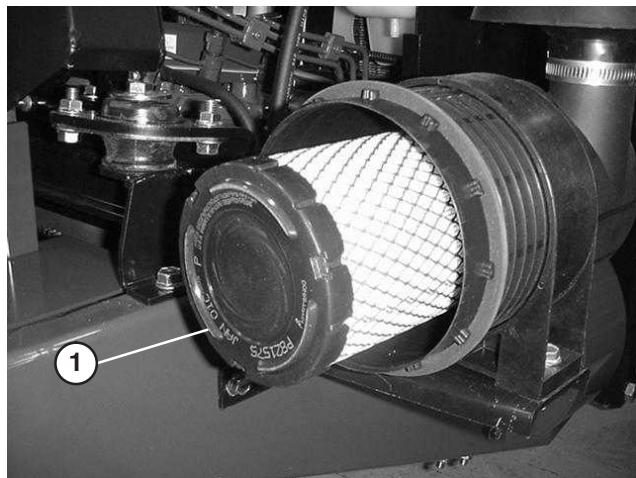

Bild 45
3. Entfernen Sie den Ölfilter und bauen Sie einen neuen ein (Bild 45). Sie sollten ein gebrauchtes Element nicht reinigen, da die Gefahr einer Beschädigung des Filtermediums besteht. Prüfen Sie den neuen Filter auf Versandschäden. Prüfen Sie das Dichtungsende des Filters und den Körper. Verwenden Sie nie ein beschädigtes Element. Setzen Sie den neuen Filter ein. Drücken Sie auf den äußeren Rand des Elements, um ihn in die Glocke zu platzieren. Drücken Sie nie auf die flexible Mitte des Filters.
4. Reinigen Sie den Schmutzauslassanschluss, der sich in der abnehmbaren Abdeckung befindet (44). Nehmen Sie das Gummiauslassventil von der Abdeckung ab, reinigen Sie den Bereich und setzen Sie das Auslassventil wieder ein.